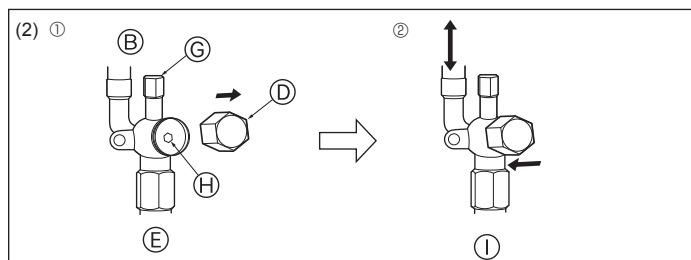

Fig. 4-13
(2) Lado do líquido (Fig. 4-13)